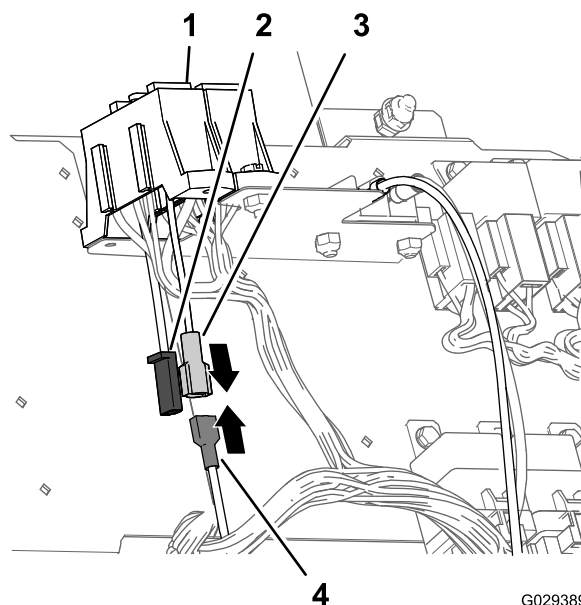

Figura 20
1. Per una macchina con connettore con attacco a spina piatta nel portafusibili della macchina, collegate il connettore a spina piatta del cablaggio preassemblato per il kit di finitura al connettore a presa del portafusibili della macchina (Figura 20).